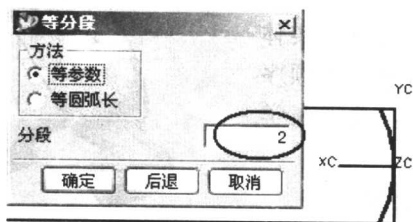

图 1-34 平分线段
(3) 利用工具栏“编辑曲线”→“分割曲线”→“等分段”把上一步生成的圆弧平分成两段,如图1-34所示。